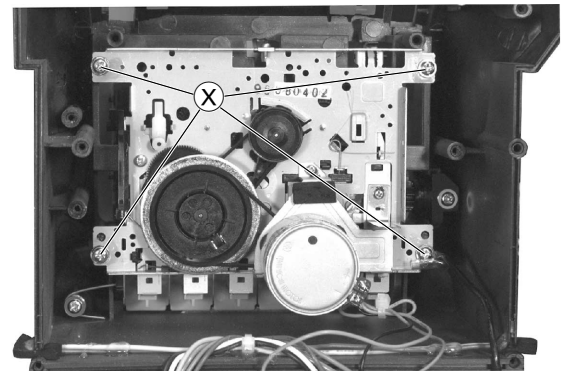

Fig. 25
- Cassettenfach öffnen, 4 Schrauben ⑧ herausdrehen (Fig. 25) und Laufwerk herausnehmen.
- Open the cassette compartment, undo the 4 screws ⑧ (Fig. 25) then remove the drive unit.